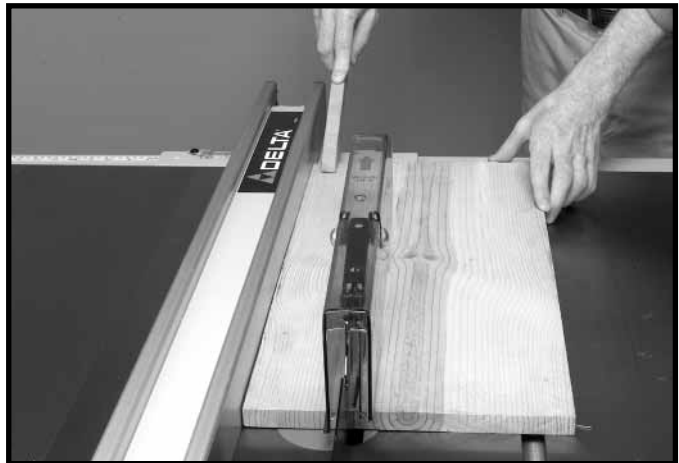

Fig. S9
3. Si vos mains sont à moins de 15,2 cm (6 po) de la lame de la scie en fonction de la taille ou la forme de l'ouvrage, utiliser un poussoir pour terminer la coupe comme indiqué à la fig. S9. Il est facile de réaliser un poussoir avec des déchets de découpe comme décrit dans la section « FABRICATION D'UN POUSSOIR ».